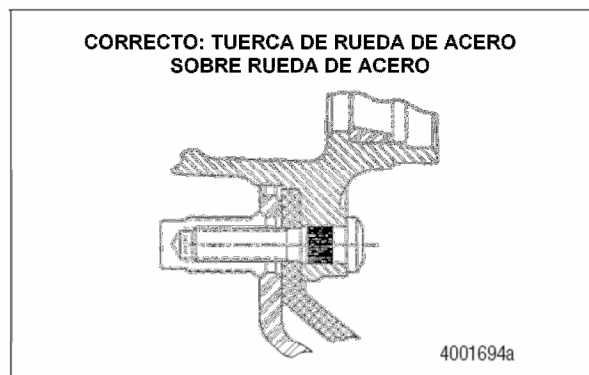

Figura 13.32
7. Instale las tuercas de rueda de acero sobre las ruedas de acero. No instale tuercas de rueda de aluminio. La extensión de la tuerca de rueda de aluminio puede cementarse contra la brida del cubo ó el tambor de freno antes de que el disco sea abrazado correctamente. Figura 13.32 y Figura